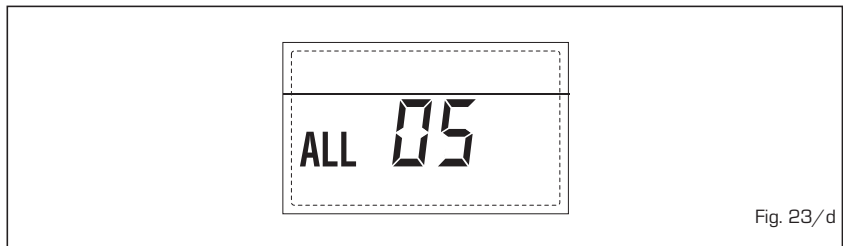

Fig. 23/d
- BLOQUEIO CHAMA "ALL 06" (fig. 23/e)